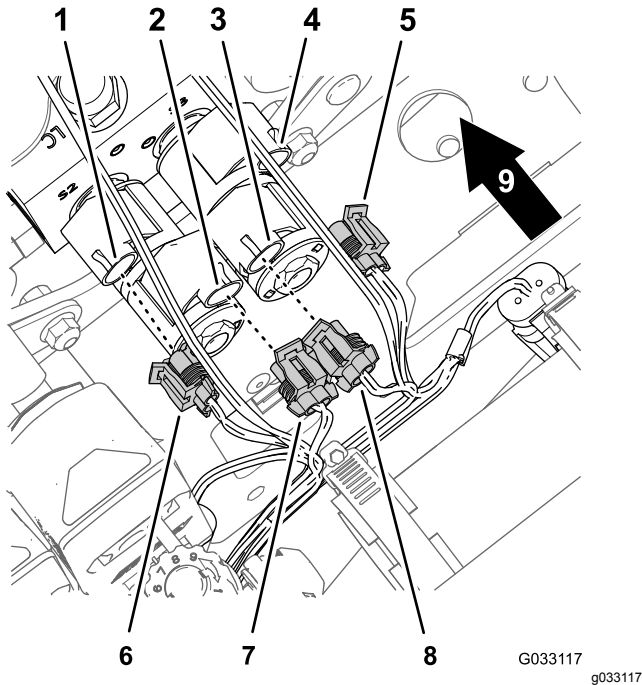

Bild 32
3. Ziehen Sie den 2-Stift-Stecker des Kabelbaums für das Sonic Boom-Finishingkit (Bild 32) vom 2-Stift-Stecker Stromspulen des Hubzylinderverteilers wie folgt ab: